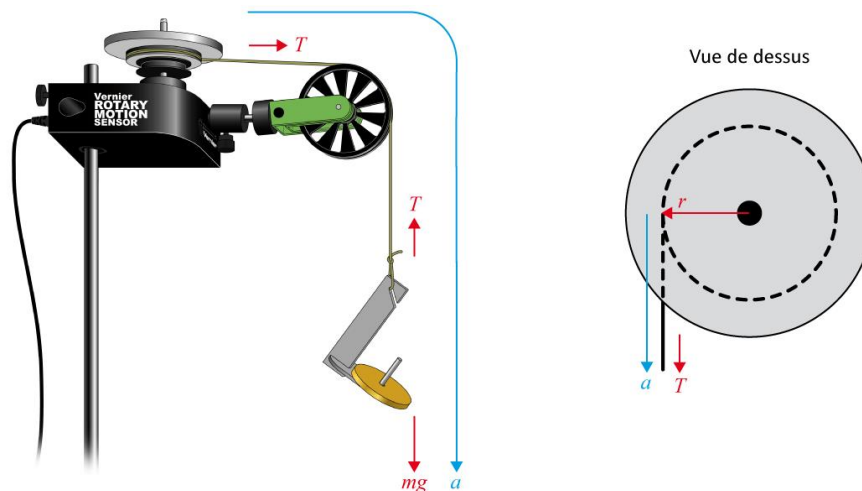

Figure 1 – Diagramme de la force et du moment de force permettant de déterminer le moment d’inertie
L’appareil que vous utiliserez durant cette expérience, un capteur de mouvement de rotation, peut mesurer la position angulaire d’une plateforme en fonction du temps, θ vs. t . Cette information peut être utilisée afin de calculer la vitesse angulaire $\omega = d\theta/dt$ ainsi que l’accélération angulaire $\alpha = d\omega/dt$. Le moment de force appliqué au système est causé par une masse suspendue par un fil qui lui est enroulé autour de la base de la plateforme tel qu’illustré à la Figure 1. Dans ce cas particulier, le moment de force est $\tau = rT$, où r est le rayon de la poulie autour de laquelle le fil est enroulé et T est la tension dans le fil. La tension est associée à la masse suspendue $mg - T = ma$, où a est l’accélération de la masse suspendue. En solutionnant pour T , nous trouvons que
- Étape 2.** Attachez un fil sur le bord de la plus grande poulie du capteur de mouvement et attachez l’autre extrémité au crochet pour suspendre les masses tel qu’illustré à la Figure 1. Assurez-vous de suspendre le fil autour de la poulie verte et que le crochet peut être suspendu sans toucher le sol. Ajustez la poulie verte de façon à ce que le fil entre les deux poulies soit à l’horizontal et tangent à la circonférence de la grande poulie.
- Étape 3.** Mesurez le diamètre (D) de la plus grande poulie avec un pied à coulisse.